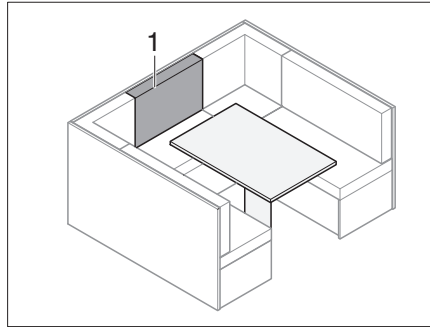

Fig. 187 Antes de la transformación
- Poner el cojín del respaldo (Fig. 187,1) delante del cojín adicional en la mesa.